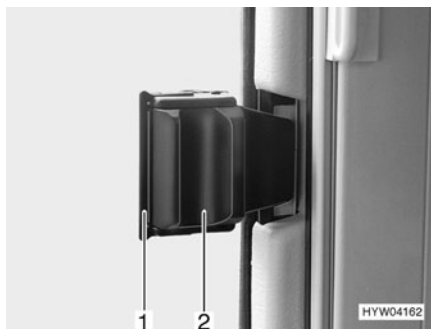

Fig. 48 Fenêtre coulissante avec verrouillage coulissant
- Retirer le verrouillage (Fig. 48,1).
- Appuyer sur la poignée (Fig. 48,2) et la pousser simultanément vers l'avant ou l'arrière.